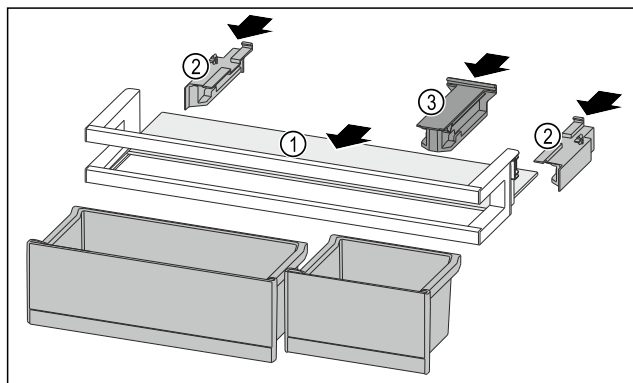

Fig. 215
- ▶ Abstellfläche Fig. 215 (1) in die seitlichen Aussparungen einschieben.
- ▶ Seitenteile Fig. 215 (2) einsetzen.
- ▶ Halteteil Fig. 215 (3) einsetzen.